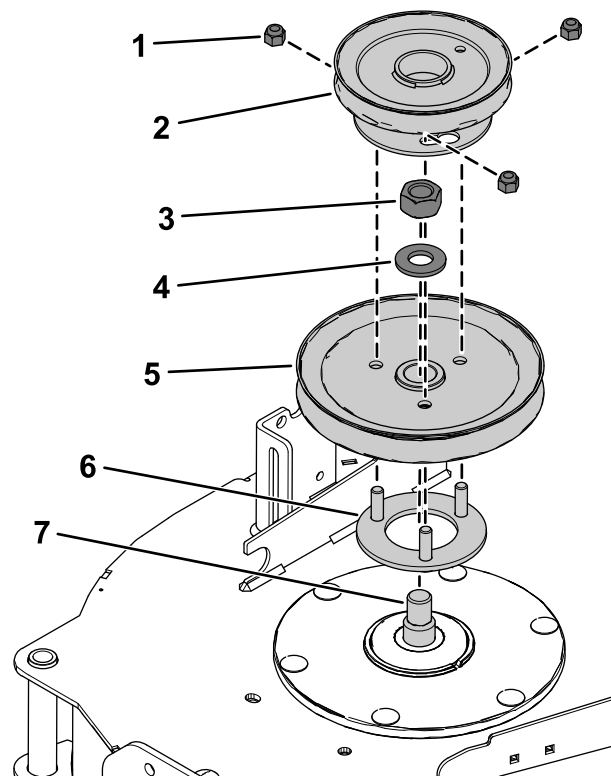

Figura 20
- Inserite le viti prigioniere filettate sul supporto della puleggia attraverso i fori presenti nella puleggia del piatto (Figura 20).
- Fissate la puleggia del piatto di taglio all'asse del fusello con il dado esagonale (¾") e la rondella rimossi in precedenza (Figura 20).
- Disponete la puleggia del soffiatore sulle viti prigioniere filettate e installate senza serrare i 3 dadi di bloccaggio (⅜") come illustrato nella Figura 20.